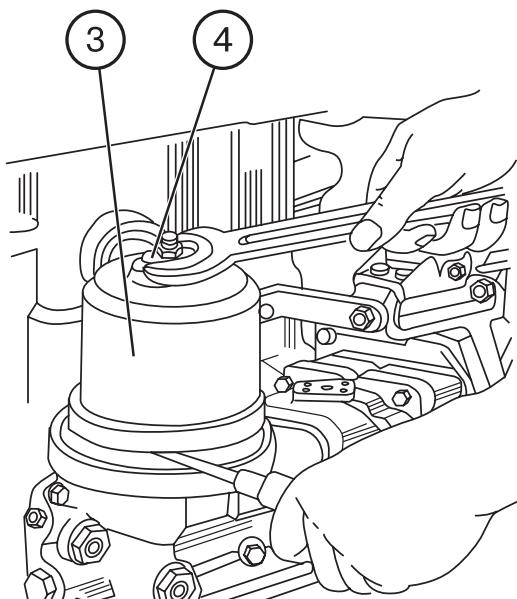

Рис.38
- б) между корпусом фильтра и днищем ротора вставьте отвертку (стержень небольшого диаметра) и застопорите ротор от проворачивания (см. рис. 38). Ключом $S=36$ мм, вращая гайку 4 крепления стакана ротора, стяните стакан 3 с корпуса ротора;